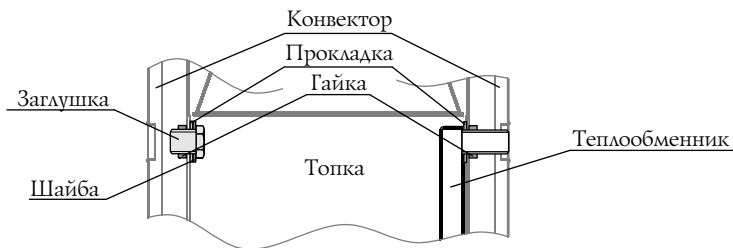

Рисунок 9. Демонтаж теплообменника и заглушек печи «Тунгуска XXL 2013»
3. Снять теплообменник (рисунок 9) открутив гайки 2 шт. и вынув его из отверстий, прокладки остаются на штуцерах;